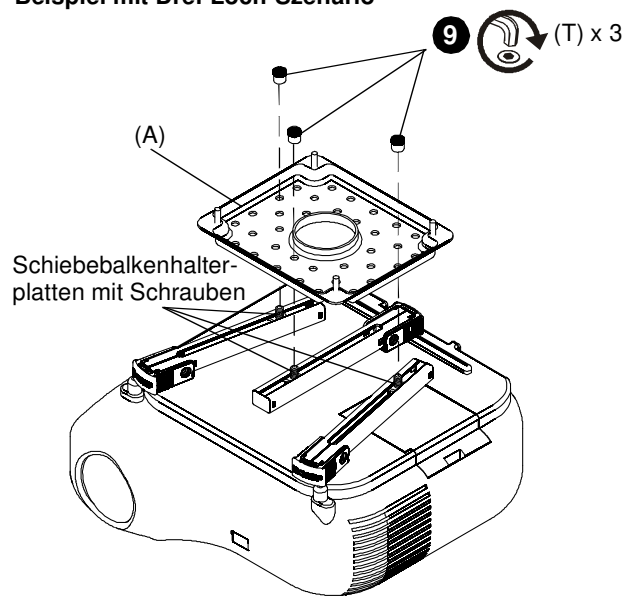
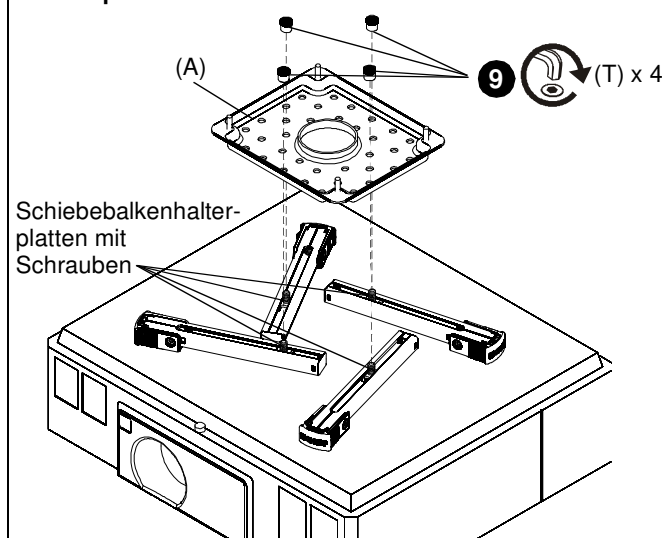

Abb. 6
Abb. 7
7. Richten Sie die Beine so aus, dass die Schiebebalkenhalterplatten mit den Schrauben zur Mitte des Projektors zeigen. (See Figure 6) und (See Figure 7)
8. Positionieren Sie die Schiebebalkenhalterplatten mit den Schrauben so, dass die SLBU- oder SLMU-Hauptplatte (A) in ebener Lage auf die Beine montiert werden kann. (See Figure 6) und (See Figure 7)
9. Befestigen Sie die Inbusmuttern (T) mit einem 1/4"-Inbusschlüssel (U) an die Schrauben auf den Schiebebalkenhalterungen. (See Figure 6) und (See Figure 7)